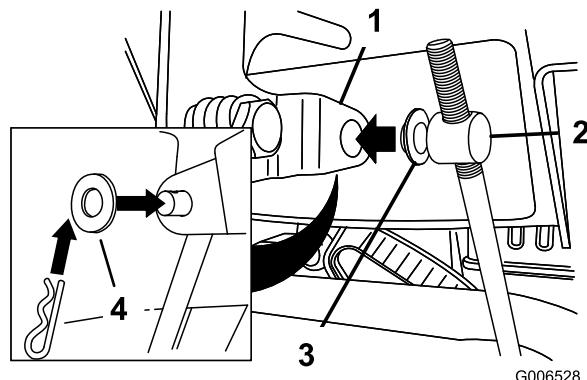

Рисунок 11
3. Выньте шплинт и снимите внешнюю шайбу с цапфы на верхнем конце штока управления скоростью (Рисунок 11).
Примечание: Для облегчения монтажа оставьте плоскую шайбу на цапфе (Рисунок 11).
6. Поднимите шток управления скоростью и вставьте цапфу в отверстие рычага переключения скоростей (Рисунок 11).
- B. Отсоедините цапфу от рычага переключения скоростей (Рисунок 11).
- C. Поверните цапфу на штоке управления скоростями вниз (по часовой стрелке) (Рисунок 11).
- D. Присоедините цапфу к рычагу переключения скоростей (Рисунок 11).